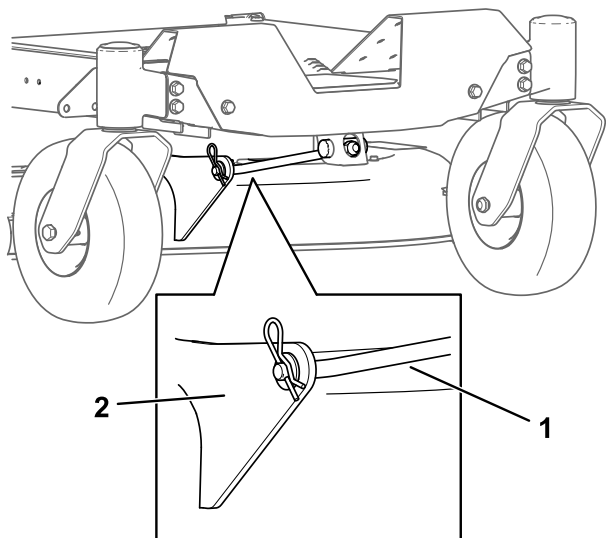

Figura 71
5. Retire la chaveta de la varilla de soporte delantera y retire la varilla del soporte de la carcasa (Figura 71).
8. Conecte la varilla de soporte delantera a la carcasa de corte con el pasador y la chaveta (Figura 71).